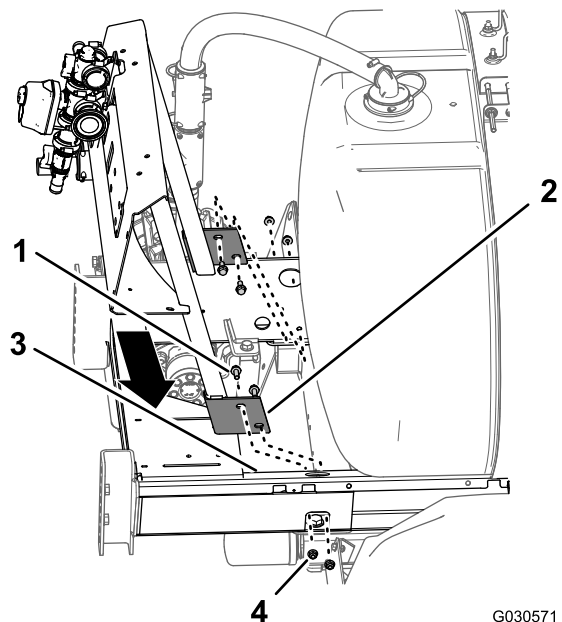

Bild 100
1. Fluchten Sie die Löcher im Flansch der Verteilerbefestigung für das System mit zehn Ventilen mit den Löchern im Rahmen des Sprühfahrzeugchassis aus (Bild 100).
2. Befestigen Sie die Verteilerbefestigung mit den vier Bundkopfschrauben (3/8" x 1") und den vier Sicherungsbundmuttern (3/8"), die Sie in Schritt 3 in 18 Entfernen der Verteilerbefestigung für das System mit drei Auslegerabschnitten (Seite 46) entfernt haben, am Sprühfahrzeugchassis (Bild 100).